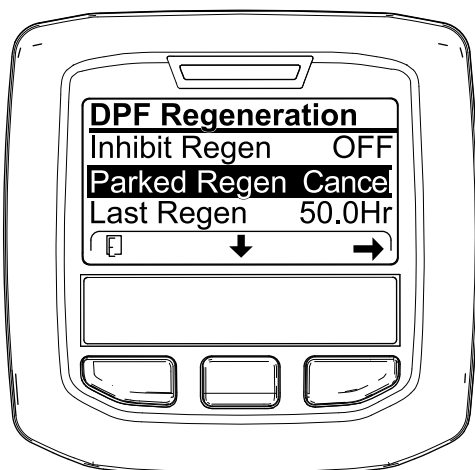

図 69
1. DPF 再生メニューにアクセスする 図 69。
2. 中央ボタンを押して下へスクロールし、駐車再生キャンセル PARKED REGEN CANCEL (図 69) またはリカバリ再生キャンセル RECOVERY REGEN CANCEL を選ぶ 図 70。
3. 右ボタンを押すと再生キャンセルに Regen Cancel に入る 図 69 または 図 70。